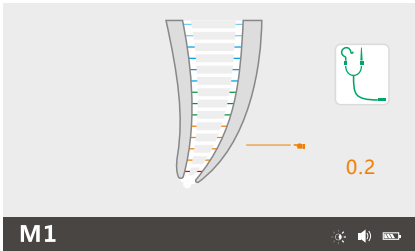

Рис. 24 Вибір положення
- Натисніть клавішу SET (НАЛАШТУВАННЯ) — тепер можна переміщувати значок для налаштування положення біля апекса (рис. 24).